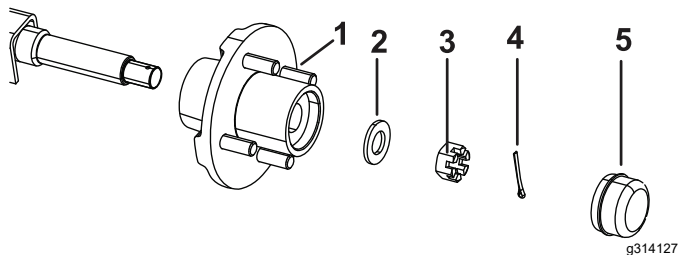

Figura 37
3. Retire el tapón guardapolvo, la chaveta, el retenedor de la tuerca y la arandela del conjunto del cubo (Figura 37).